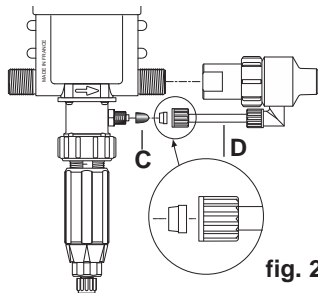

fig. 2
Para os modelos de Injeção Externa (IE) que permitem trabalhar com determinados concentrados corrosivos, o Dosatron também vem equipado com uma vara de injeção externa (Fig. 2-D).